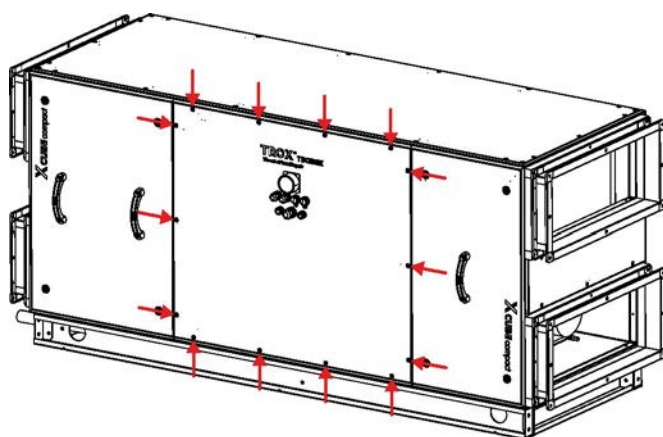

Fig. 24: Trappes de visite centrales
4. ▶ Défaire les vis (Voir la Fig. 24/flèches) sur les trappes de visite centrales à l'avant.